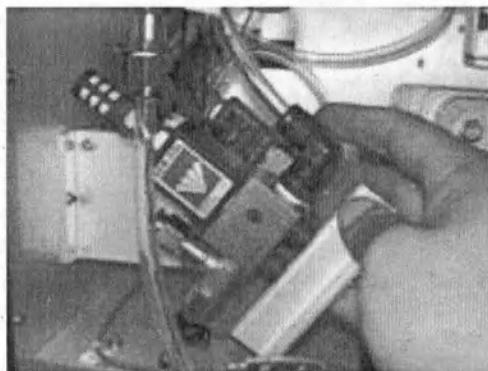

Рисунок 55. Выдвижение вакуумной плиты
- Легко выдвиньте вакуумную плиту из машины (Рисунок 55).